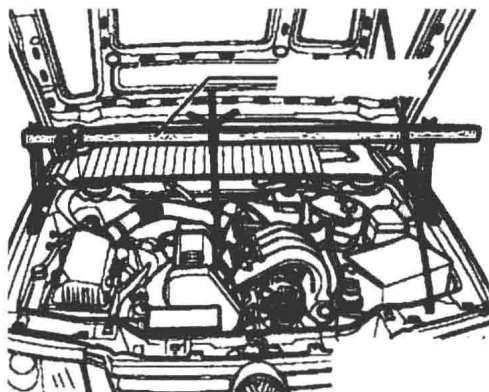

图 1-7 固定发动机
(9) 放下汽车并将发动机固定好,拆卸变速箱发动机上部连接螺栓,将连接螺栓附近区域的线束移开,拆下启动机接线,如图 1-7 所示。